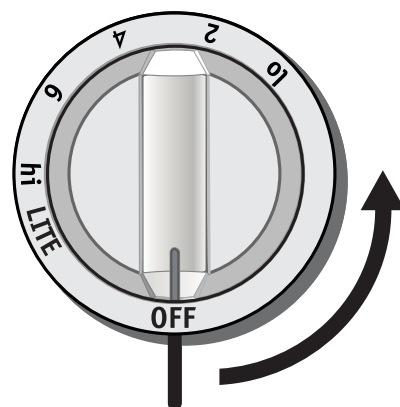

Figure 2
2. Appuyez sur le bouton de commande arrière gauche et tournez-le **dans le sens inverse des aiguilles d'une montre** (voir figure 2).
3. Relâchez le bouton en position «LITE» (allumage). (Figures 2 & 3). Note: Tous les allumeurs des brûleurs de surface produisent tous des étincelles. Cependant, seul le brûleur dont le bouton à été tourné s'allume.